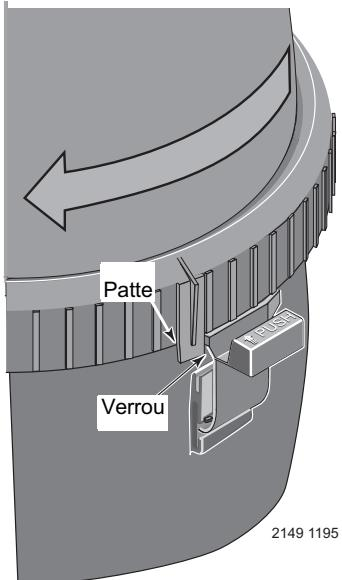

Figure 3 – Tourner la bague Posi-Lok^{MD} jusqu'à ce que la patte se verrouille derrière le verrou de sécurité.
1. Immobiliser la bague Posi-Lok^{MD} en place en la tournant à DROITE jusqu'à ce qu'elle émette un «déclic» au-delà du verrou de sécurité (voir la Figure 3). Cesser de la tourner dès qu'elle a émis un déclic au-delà du verrou. La bague peut sembler légèrement déserrée mais elle se serrera lorsque la pompe sera mise en marche et lorsque le filtre sera sous pression.
- D. Tourner la bague Posi-Lok^{MD} à droite jusqu'à ce qu'elle se verrouille derrière le verrou de sécurité (voir la Figure 3).